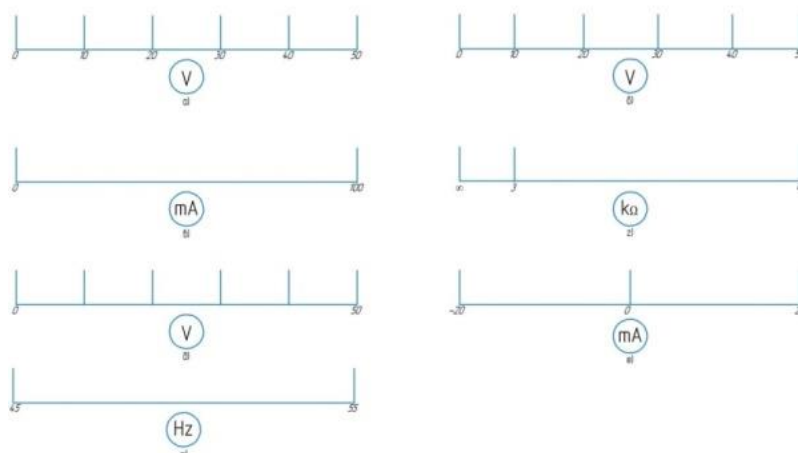

Рисунок 1. Шкалы аналоговых приборов:
– равномерная шкала – это шкала с делениями постоянной длины и с постоянной ценой деления (рисунок 1 а).
– неравномерная шкала – это шкала с делениями непостоянной длины и с непостоянной ценой деления (рисунок 1 б). Такую шкалу имеют электромеханические приборы выпрямительной, электромагнитной, электродинамической, ферродинамической, электростатической, термоэлектрической систем.
– прямая шкала градуирована слева направо, т.е. нуль на шкале расположен слева (рисунок 1 в);
– обратная шкала градуирована справа налево, то есть нуль на шкале расположен справа (рисунок 1 г). Такая шкала используется, например, в аналоговых мультиметрах при отсчете значения сопротивления резисторов и емкости конденсаторов.